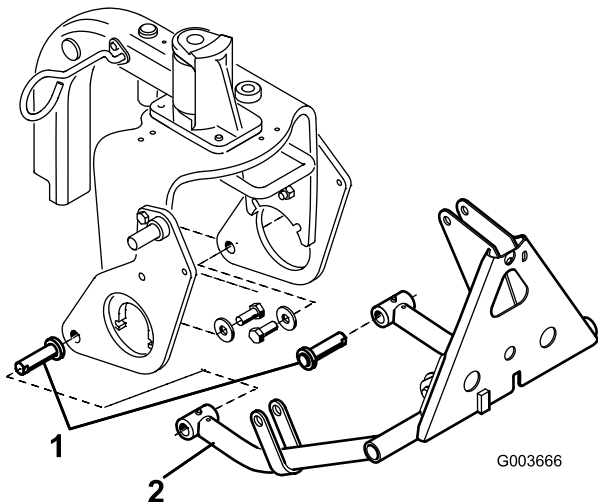

Figura 8
3. Introduzca un pasador cilíndrico en el tubo de cada brazo de empuje según se muestra en Figura 8.
4. Introduzca los tubos de los brazos de empuje en las chapas laterales derecha e izquierda, alineando las guías de los pasadores cilíndricos con los taladros de las chapas laterales (Figura 8).
5. Monte el pasador de cilindro en cada chapa lateral con un perno (5/8 x 1-1/2 pulgadas) y una arandela (1,68 DE x 0,65 DI) según se muestra en Figura 8. Apriete los pernos a 203 Nm.